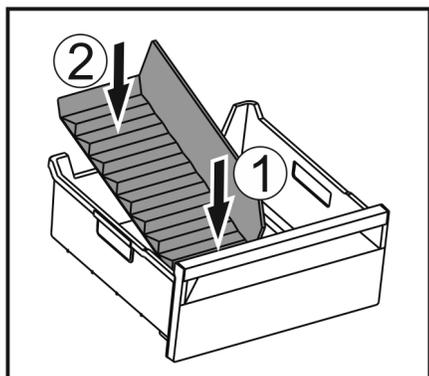

Fig. 120
- ▶ Installer la partie avant du séparateur de congélateur. Fig. 120 (1)
- ▶ Abaisser la partie arrière du séparateur de congélateur jusqu'au fond du tiroir. Fig. 120 (2)